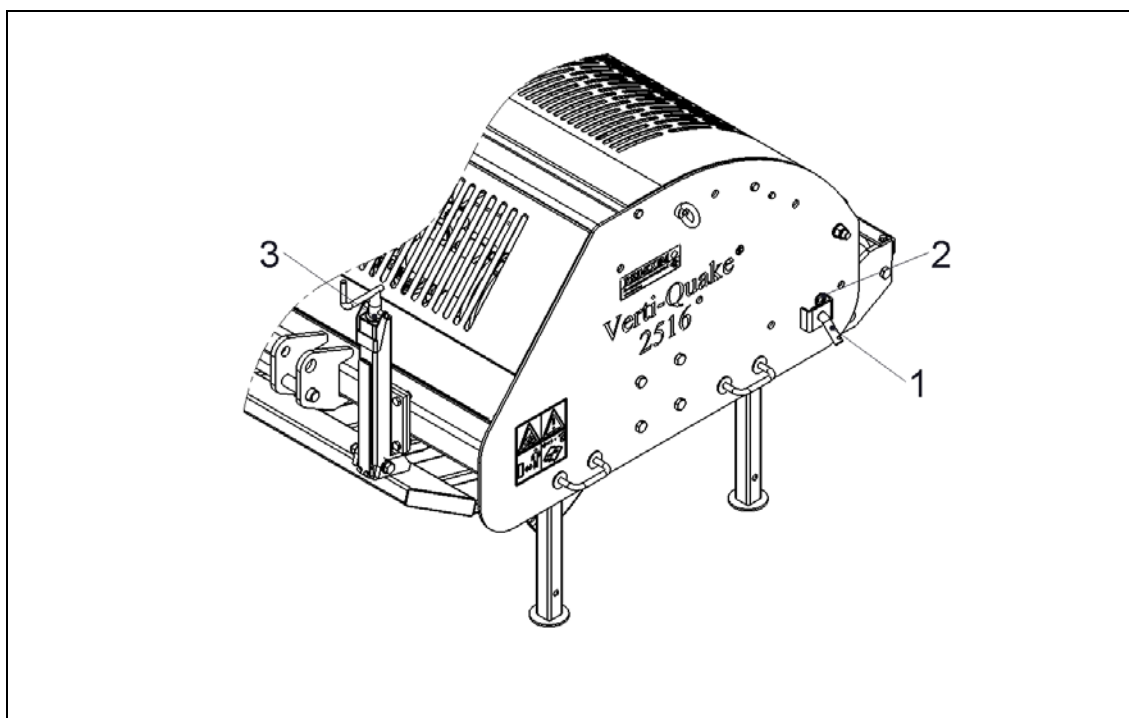

Fig. 10
6.0 REGOLAZIONE DELLA PROFONDITÀ DI LAVORO (FIG. 10)